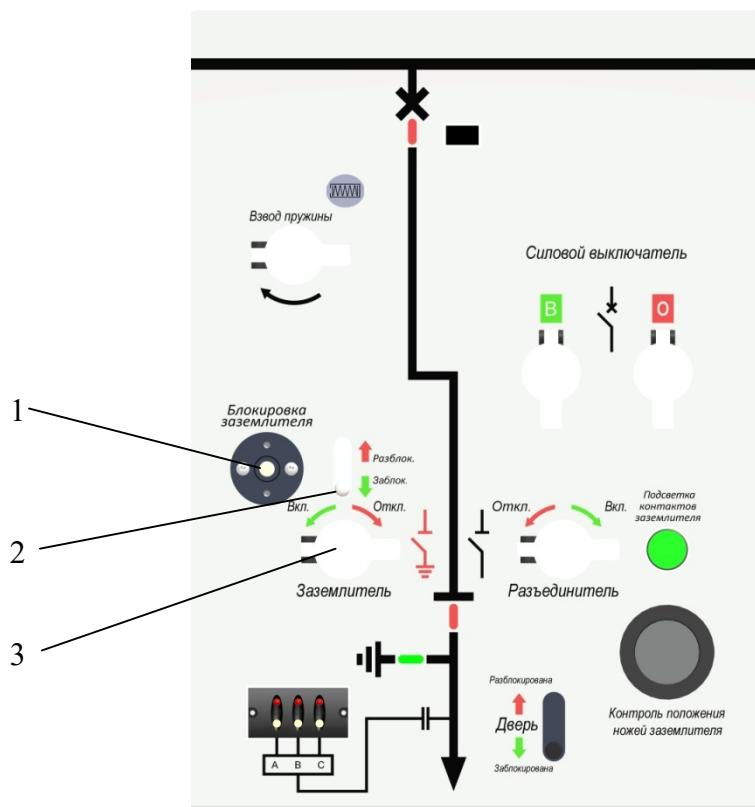

**Рис. 7 Принцип работы электромагнитной блокировки включения силового выключателя**
1.7.4 Опционально устанавливается электромагнитная блокировка включения силового выключателя при отсутствии оперативного питания. При отсутствии напряжения шток электромагнитной блокировки (рис. 7, поз.1) препятствует повороту вверх рычага кнопки включения (рис. 7, поз.2), при этом осуществляется блокировка ручного включения от кнопки включения.
Если необходимо включить силовой выключатель при отсутствии оперативного питания, открутить винт-заглушку (рис. 7, поз.3) установить в отверстие плоскую отвертку со шлицом ориентированным вертикально, сдвинуть вправо шток электромагнитной блокировки и нажать на кнопку ручного включения силового выключателя. Извлечь отвертку и установить на место винт-заглушку.